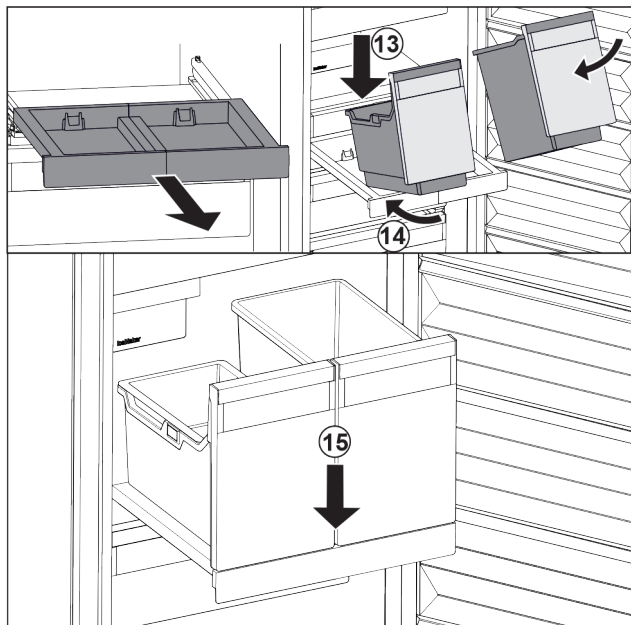

Fig. 39
- ▶ Placer les bacs sur le compartiment coulissant en les inclinant. Fig. 39 (13)
- ▶ Pousser les bacs jusqu'au fond en les inclinant. Fig. 39 (14)
- ▶ Déposer les bacs par l'avant. Fig. 39 (15)